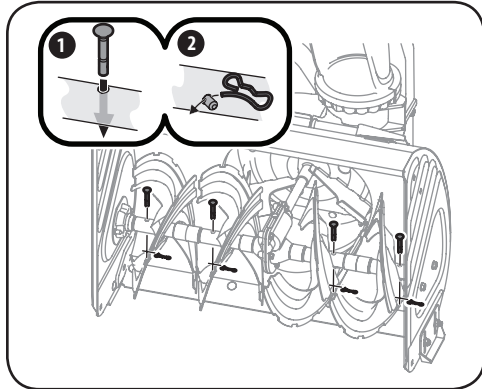

Figura 5-5
1. Reemplace los pasadores de cuchilla como se indica la Figura 5-5.